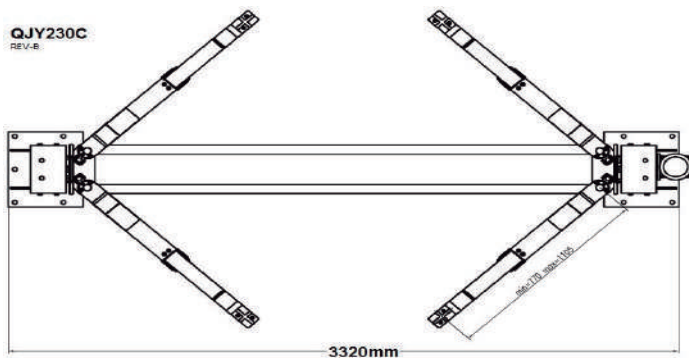

Fig 11
- **PASO 12:** Utilizando una cinta métrica, mida desde la esquina trasera de la base a la esquina trasera opuesta para asegurar columnas son cuadrados. Después de confirmar las dimensiones, perforar e instalar los anclajes en la columna para no Powerside. (Fig 11)